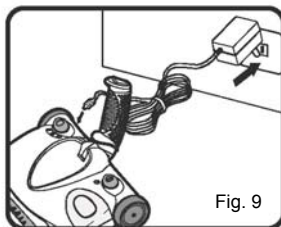

Fig. 9
1. Connect the charger plug to the charging jack or hole on the back of the sweeper. Plug the the charging adapter into the wall outlet. (120V., 60Hz.) Use only TechWorld Charger AD-1215-U8. (Fig. 9)
1. Branchez la fiche du chargeur dans la prise de chargement située à l'arrière de la balayeuse. Branchez l'adaptateur de chargement dans la prise murale (120 V, 60 Hz). Utilisez seulement le TechWorld AD-1215-U8 (Fig. 9).